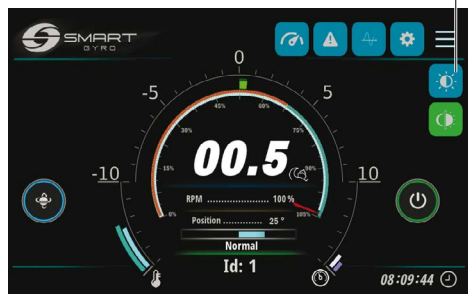

Figure 23
Appuyer sur l'icône de luminosité sur la page de réglage (figure 23, (1))